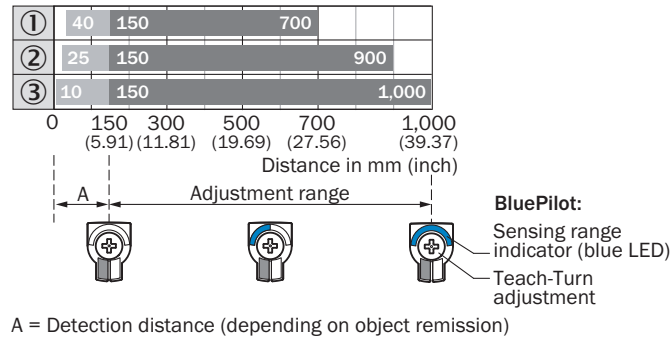

図 87: 棒グラフ 1
使用条件の点検: 検出距離と対象物または背景までの間隔、ならびに対象物の反射率を対応する図 [図 86、図 87] と照らし合わせます (x = 検出距離、y = 設定した検出距離と背景 (白 90%) 間の最小距離)。反射率: 6% = 黒色 ①、18% = 灰色 ②、90% = 白色 ③ (DIN 5033 に準拠した白)。当社では、反射率が低い対象物を使用して設定を行うことを推奨しています。